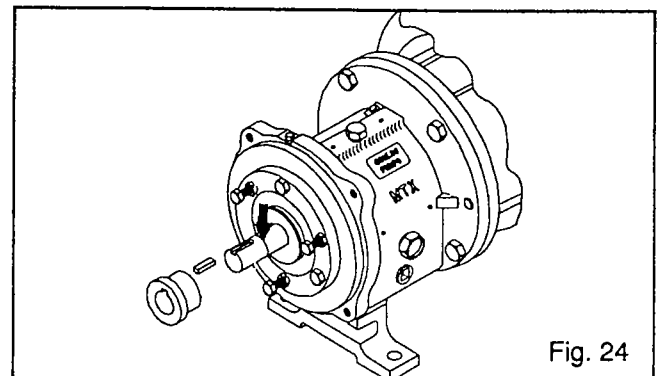

Fig. 24
16. Remove coupling hub (Fig. 24).